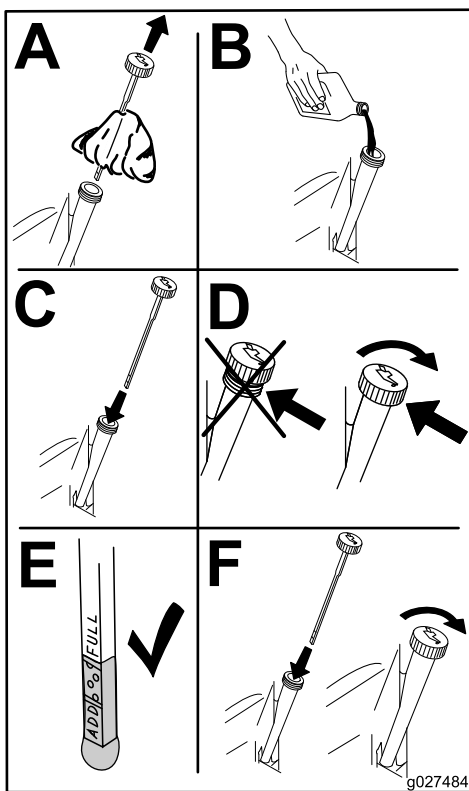

Figura 35
6. Vierta lentamente el 80% aproximadamente de la cantidad especificada de aceite por el orificio de llenado (Figura 35).
7. Compruebe el nivel de aceite; consulte Figura 35.